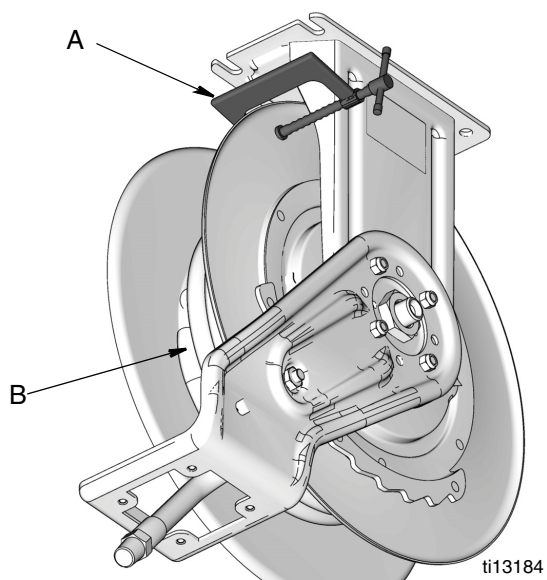

FIG. 22
3. Déroulez complètement le flexible (B) et verrouillez l'enrouleur.
4. Attachez un collier en C (A) à la bride de l'enrouleur pour éviter que l'enrouleur ne se déverrouille intempestivement et pivote librement (FIG. 22).